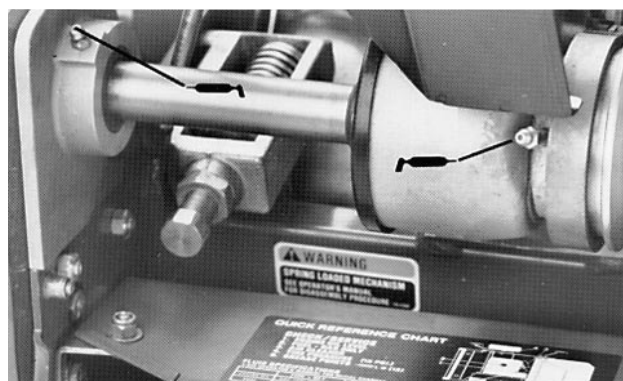
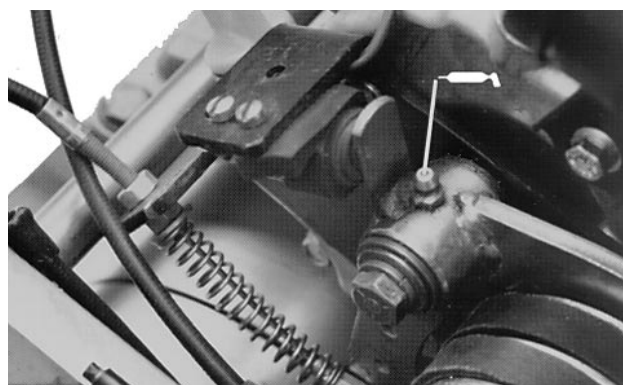
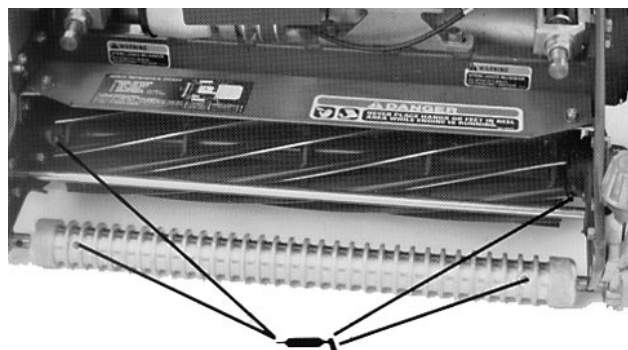
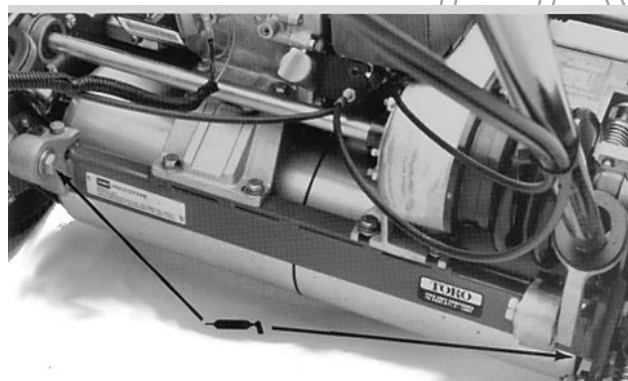

Fig. 18
Fig. 19
Fig. 16
Fig. 17
2. Gli ingrassatori sono: 2 sul rullo anteriore (Fig. 16), 2 sui cuscinetti del cilindro (Fig. 16), 2 sugli assali del tamburo (Fig. 17), 3 sul differenziale (Fig. 17), 2 sui cuscinetti del contralbero del cilindro (Fig. 18), ed 1 sul perno tendicinghia (Fig. 19).